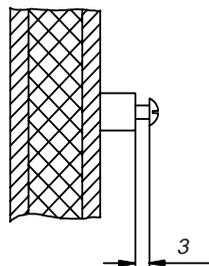

Рис. 3.2
2. Вкрутите один из шурупов в верхнее среднее отверстие. На этот шуруп навешивается контроллер. Поэтому шуруп должен выступать приблизительно на 3 мм (Рис. Указание: Если парная не снабжена полыми трубами, проводку следует осуществлять за ее пределами, целесообразней всего в канавке профильных досок. Для этого следует устанавливать контроллер на некотором расстоянии, чтобы можно было подвести к нему кабель. Для этого служат 3 входящих в объем поставки распорные трубки, которые удерживают нижнюю часть на расстоянии, как показано на рис. 3.2.